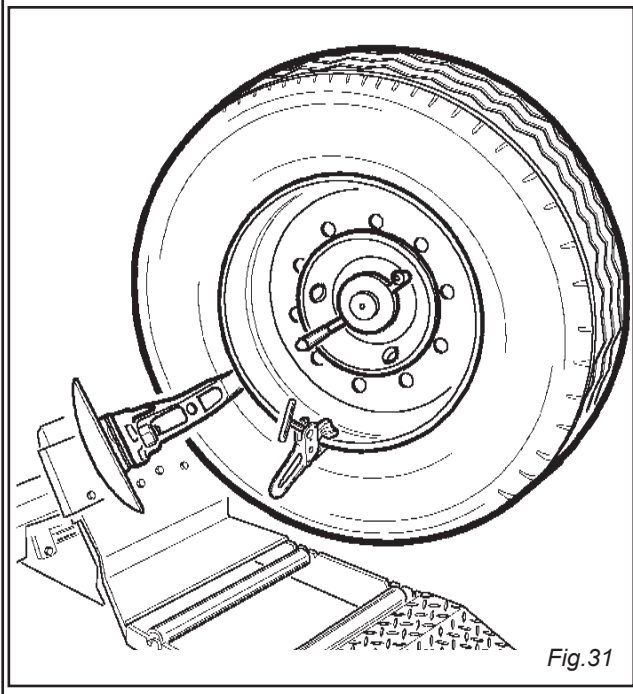

Fig.31
15) Far ruotare il pneumatico in senso orario fino a portare la pinza nel punto più basso. Anche il secondo tallone dovrebbe essere inserito nel cerchio. (Fig. 31)